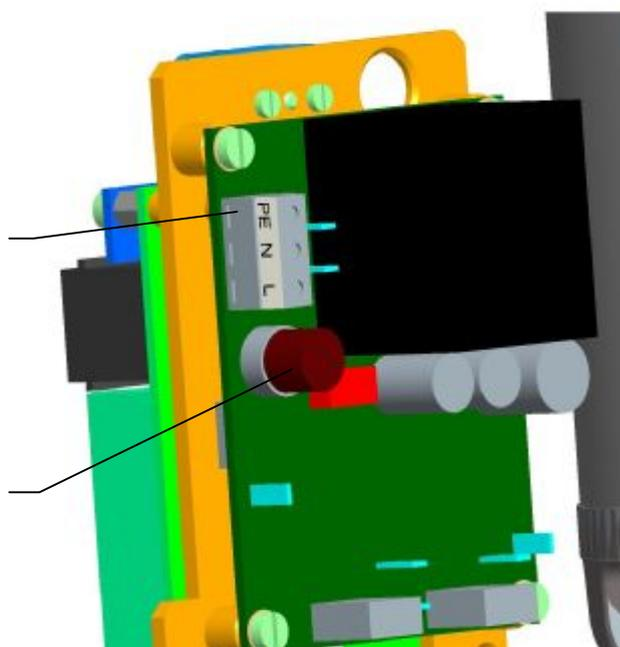

Рис.2
- ради безопасного использования ЭП надо присоединить внешнюю и внутреннюю защитную клемму. Установка внешней и внутренней защитной клеммы (по исполнению (**Рис.2,2а, 2b, 2с, 2d**)). Для запрессовки провода в внешнюю защитную клемму, надо использовать щипцы для изолированных ушка HP3 (fy CEMBRE).
Доска источника ЭП оснащена предохранителем (F3) питающего источника. Установка предохранителя на доске источника указана на **Рис. 2**. ЭП оснащены модулем безконтактного включения (SSR) в придачу защитные предохранителями (F4-1 а F4-2 ) на державке
Рис.2а
Рис.2б
Рис.2с